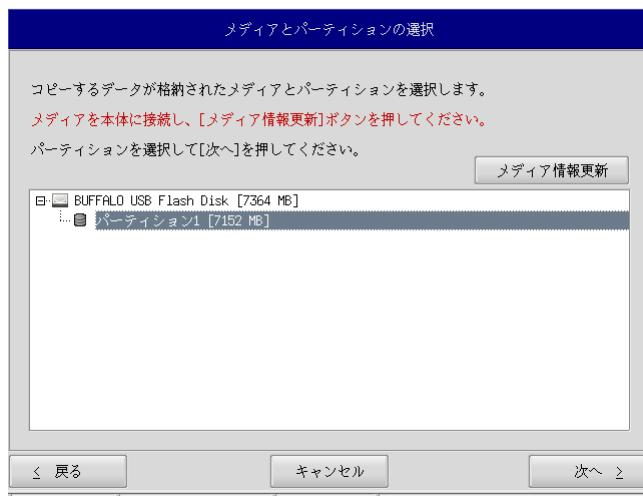

図5-2-3. メディアとパーティション選択画面
- ⑥ メディアとパーティション選択画面(図5-2-3)が表示されます。バックアップUSBを本体に接続し、[メディア情報更新]ボタンを押してください。バックアップUSBのパーティションを選択し、[次へ]ボタンを押します。